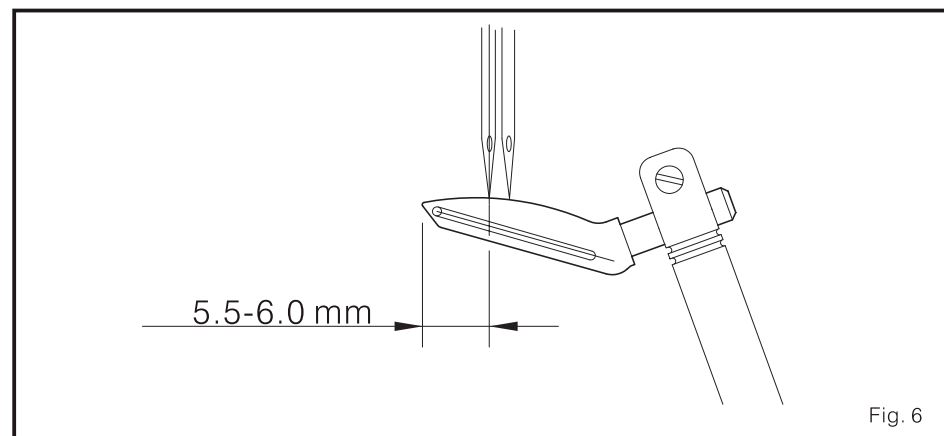

Fig. 6
4. Exigências da posição standard looper superior e ajuste. (Fig. 6, Fig. 7, e Fig. 8)
- b. Mova o looper superior ao ponto morto superior, solte o parafuso 4 e leve o centro da agulha esquerda como a linha standard para ajustar looper superior à distância de 5.5 mm ~6.0 mm (padrão 4 fios) (Fig. 6)